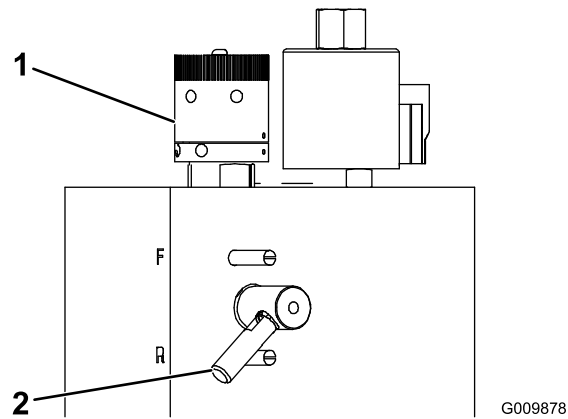

Figura 64
3. Gire el mando de autoafilado, situado en el bloque de válvulas (Figura 64) en el sentido de las agujas del reloj a la posición de autoafilado. Gire el mando de velocidad de los molinetes (Figura 64) a la posición 1.